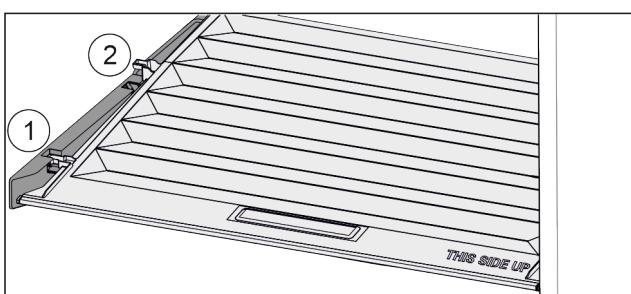

Fig. 116
- Кришку до отвору в деталях для підтримки потягнути вперед Fig. 116 (1).
- Підняти ззаду знизу та вийняти Fig. 116 (2) вгору.